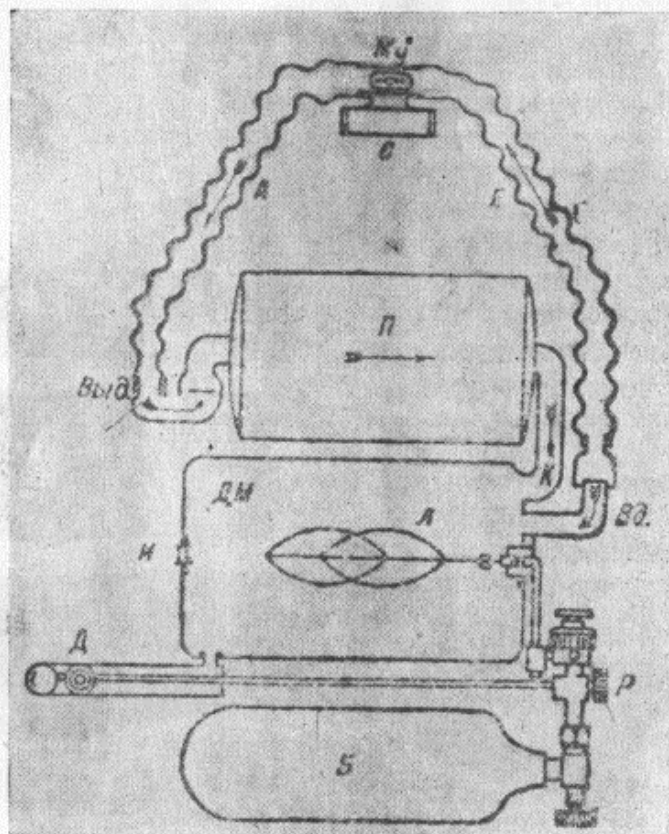

Рис. 5. Схема изолирующего дыхательного прибора типа РКР-1.
66. Из баллона (Б) (рис. 5) кислород поступает в дыхательный мешок (ДМ) через редуктор (Р) или минуя последний, через особый дополнительный клапан „байпас“ (Д). Дыхательный мешок сделан из прорезиненной ткани, имеет емкость 6 литров и снабжен легочным автоматом (Д), регулирующим подачу кислорода. Дыхательный мешок через гофрированную трубку (К) соединяется с регенеративным патроном (П), служащим для поглощения угле-